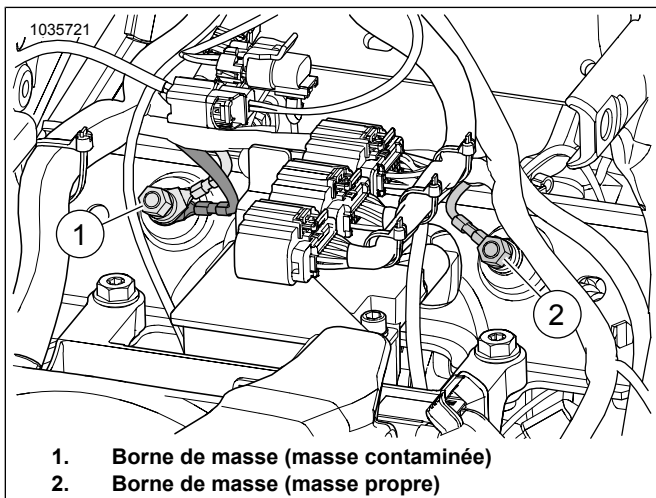

Figure 15. Emplacements des bornes de masse du boîtier de batterie
Voir Figure 15. Acheminer et connecter le fil de masse ATM à la borne de masse **propre** (2). Serrer à un couple de :